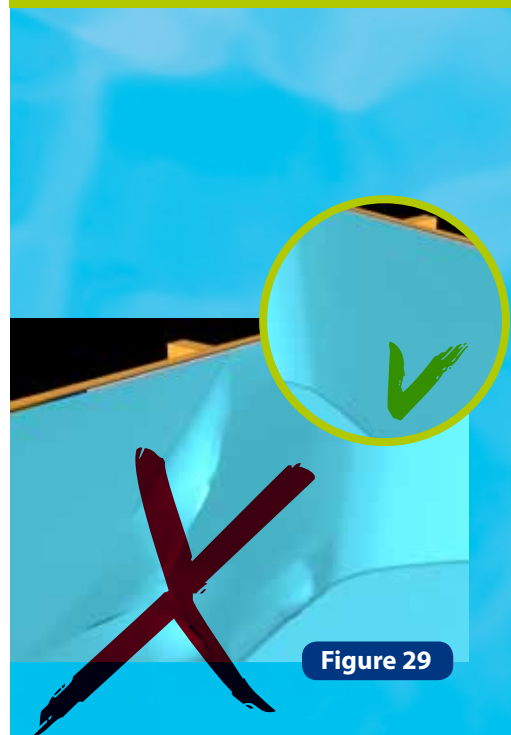

Figure 29
h) Lissez le fond du liner pour éviter les plis : à partir du centre vers les extrémités (un pli en biais sur la paroi indique un mauvais positionnement) (figure 29).